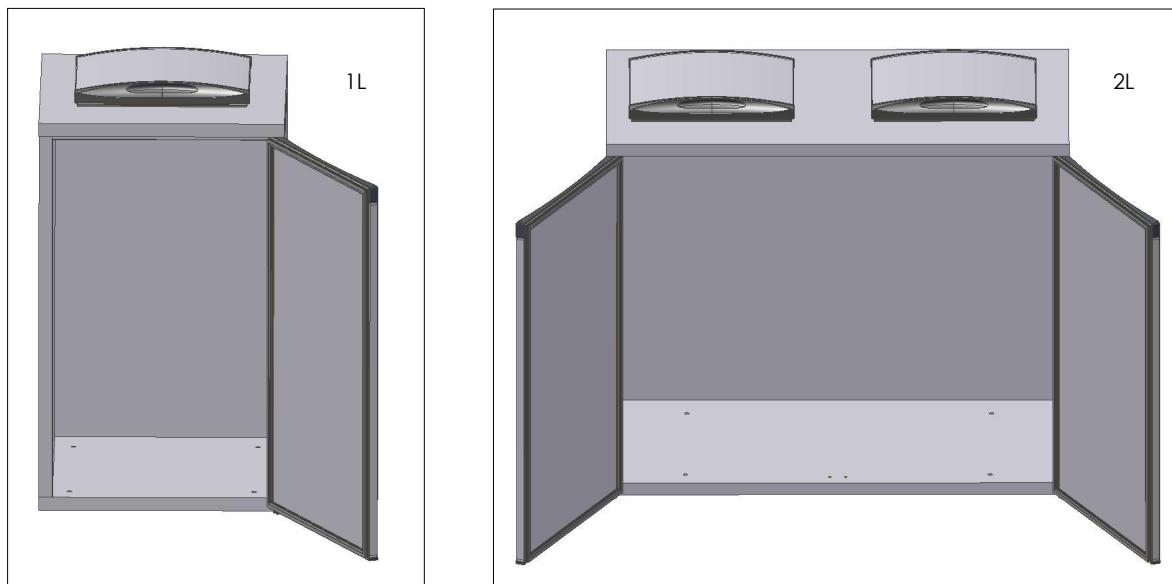

Fig. 9
- Encajar la **puerta (derecha y izquierda)** en el fondo y en la encimera (Fig.9);